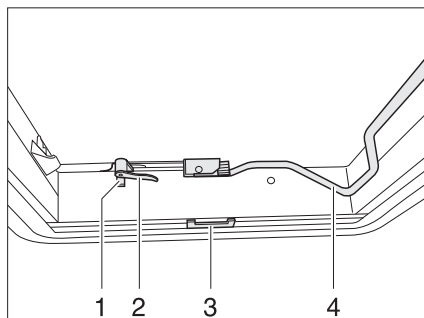
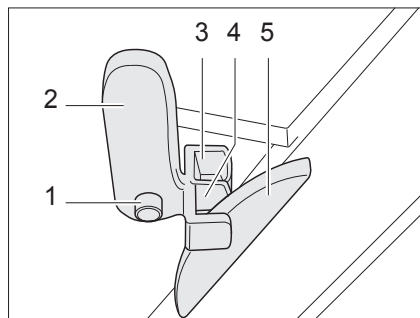

Fig. 49 Claraboya Heki, cerrada
Fig. 50 Claraboya Heki en posición de ventilación 1
- Pulsar el botón de seguridad (Fig. 49,1) y girar la palanca de bloqueo (Fig. 49,2) un cuarto de vuelta hacia dentro.
- Tirar hacia abajo de la horquilla (Fig. 49,4) para desbloquearla.
- Girar la palanca de bloqueo (Fig. 49,2 y Fig. 50,2) un cuarto de vuelta. El saliente del bloqueo del techo (Fig. 50,5) debe encajar en la horquilla de bloqueo superior (Fig. 50,3).
- Presionar el botón de seguridad (Fig. 50,1) y girar hacia atrás la palanca de bloqueo (Fig. 50,2). El saliente del bloqueo del techo (Fig. 50,5) debe encajar en la horquilla de bloqueo inferior (Fig. 50,4).